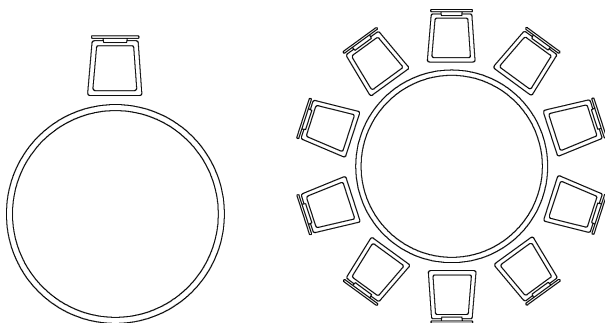

图 4-34 阵列餐椅
5) 在功能区单击“默认”选项卡→“修改”面板→“阵列”按钮, 对餐椅进行环形阵列, 在“阵列”对话框中, 将阵列中心设为餐桌圆心, 阵列数量设为 10 个, 填充角度设为 360, 单击“选择对象”按钮并选择餐椅进行阵列, 如图 4-34 所示。